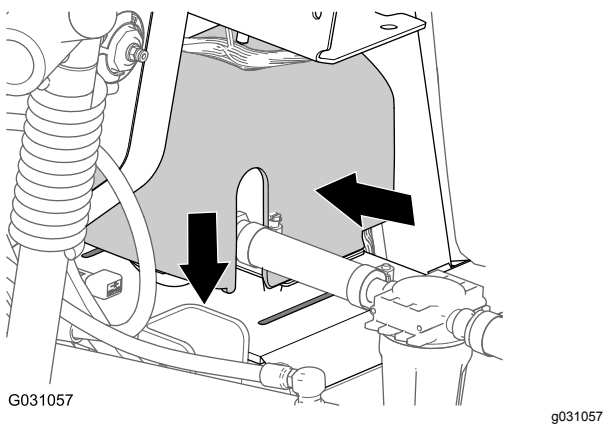

図 239
2. すすぎポンプのカバーを、すすぎポンプ用サドルプレートに合わせる 図 239。
3. すすぎポンプのカバーを両側から同時に押して、カバーについているタブをサドルプレートに合わせる 図 239。
4. スロットにタブを差し込み、カバーを両側から押していた力をゆるめる 図 239。